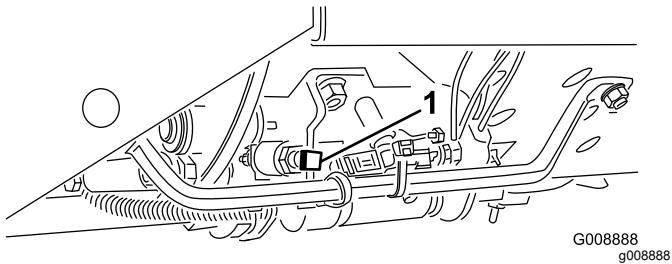

Figura 22
**Importante:** La velocidad de siega se ajusta en fábrica a 9,7 km/h. Puede aumentar o reducir la velocidad de siega ajustando el tornillo de tope de velocidad (Figura 22).